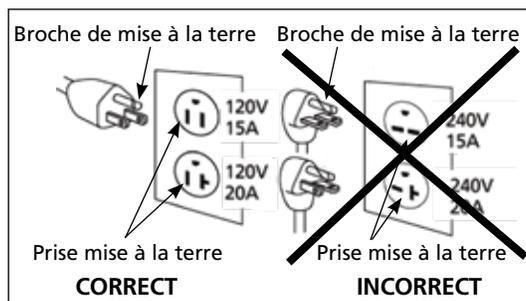

Figure 2 - Méthode de mise à la terre
- Ce produit est conçu pour être utilisé sur un circuit de 120 V. Il doit être mis à la terre. Dans le cas d'un court-circuit, la mise à la terre réduit le risque d'une décharge électrique en fournissant un chemin de courant alternatif au sol. L'unité est équipée d'un cordon électrique qui possède une broche de mise à la terre. Elle s'insérera facilement dans l'un des types communs de prises électriques montrées à la figure 2. Si la fiche ne s'insère pas dans la prise désirée, demandez à un électricien qualifié de remplacer la fiche ou la prise.
1. Si la fiche du cordon électrique de l'unité ne vous est pas familière et si elle ne s'insère pas dans votre réceptacle, la Figure 2 vous aidera à en comprendre la raison grâce à ses illustrations de fiches et les tensions différentes avec lesquelles elle peut être utilisée.
3. Ce produit est conçu pour être utilisé sur un circuit de 120 V et est doté d'une broche de mise à la terre semblable à la broche illustrée dans la figure 2.